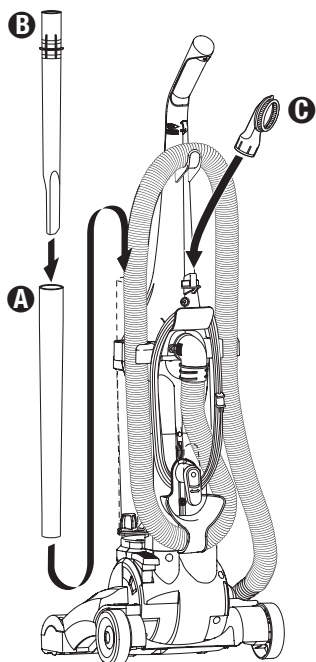

FIG. 9
Step 9: (FIG. 9) Place the wand/crevice **A/B** tool in the wand holder on the side of the vacuum. Store the dusting brush **C** on the brush holder on the back of the handle.
Étape 9 : (FIG. 9) Placez la rallonge emboîtable **A/B** pour les fissures dans le support à rallonge sur le côté de l'aspirateur. Rangez la brosse à épousseter **C** sur le support à brosse situé à l'arrière du manche.
Paso 9: (FIG. 9) Coloque la vara/accesorio **A/B** para rendijas en el soporte de la vara en el costado de la aspiradora. Guarde el cepillo para sacudir el polvo **C** en el soporte del cepillo en la parte trasera de la manija.